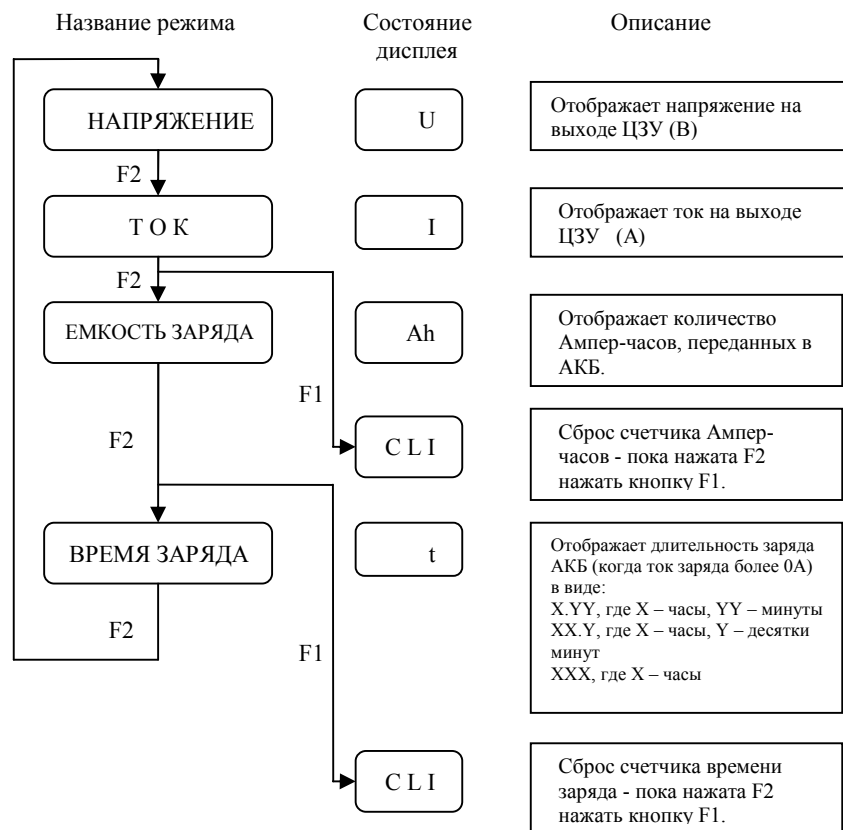

Рис. 1
1.4.3. Режимы индикации (рис. 1):